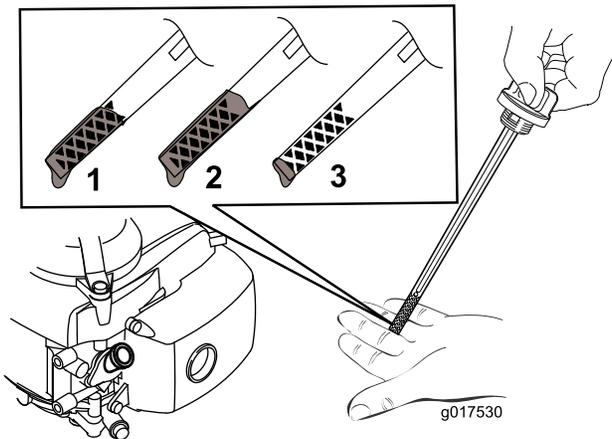

Figure 10
Remarque: Versez de l'huile dans le carter moteur jusqu'à ce que la jauge indique le niveau correct, comme illustré à la Figure 10. Si vous remplissez excessivement le carter moteur, vidangez l'excédent d'huile comme expliqué à la section Vidange de l'huile moteur.
5. Pour déterminer le niveau d'huile correct indiqué par la jauge, voir (Figure 10).